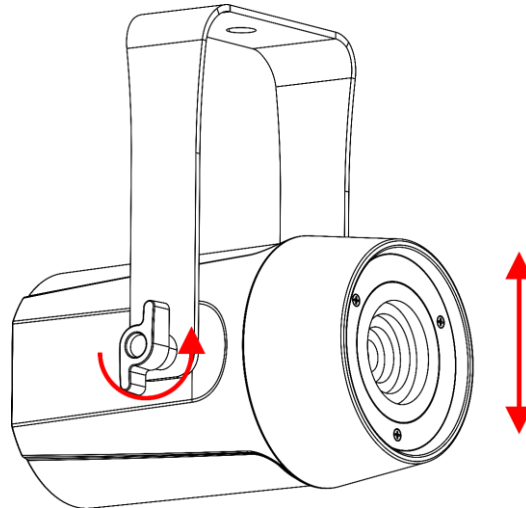

Fig. 06
- 01) Gire los 2 **tornillos de ajuste (02)** en sentido antihorario para soltarlos.
- 02) Incline el dispositivo en el ángulo deseado (consulte la Fig. 06).
- 03) Gire los 2 **tornillos de ajuste (02)** en sentido horario para apretarlos. Verifique que el dispositivo no puede moverse libremente después de apretar los 2 **tornillos de ajuste (02)**.